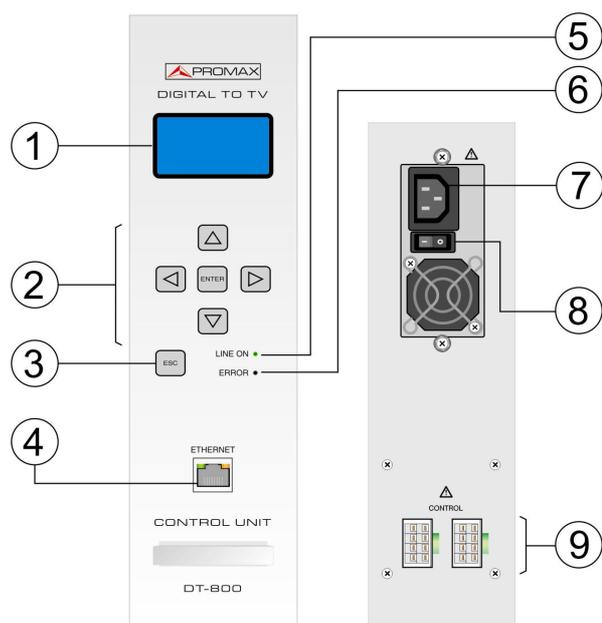

Fig. 1.- DT-800
2.-Conecte la salida (fig. 1 -10-) de la unidad de control a los módulos que integren el sistema DTTV (hasta un máximo de 4 módulos por salida).
3.-Conecte el cable de alimentación general a la entrada de alimentación del módulo (fig. 1 -7-).
2.-Connect the output of the unit control (fig. 1 -10-) to the modules that integrate the system DTTV (up to 4 modules per output).
3.-Plug the power cord to the module input power (fig. 1 -7 -).
2.-Connectez la sortie (Fig. 1 -10-) de l'unité de contrôle aux modules qu' intègrent le système DTTV (jusqu'à 4 modules par sortie).
3.-Branchez le cordon d'alimentation à l'entrée de l'alimentation du module (fig. 1 -7-).
1.- Conecte el extremo del cable Ethernet de comunicaciones (conector RJ45) a la entrada de red del módulo de control (fig. 1 -4-).
1.- Plug one end of the Ethernet cable to the input (RJ45 connector) of the module (fig. 1 -4-).
1.-Branchez l'extrémité du cordon de communication Ethernet (connecteur RJ45) à l'entrée de réseau du module de contrôle. (fig. 1 -4-)